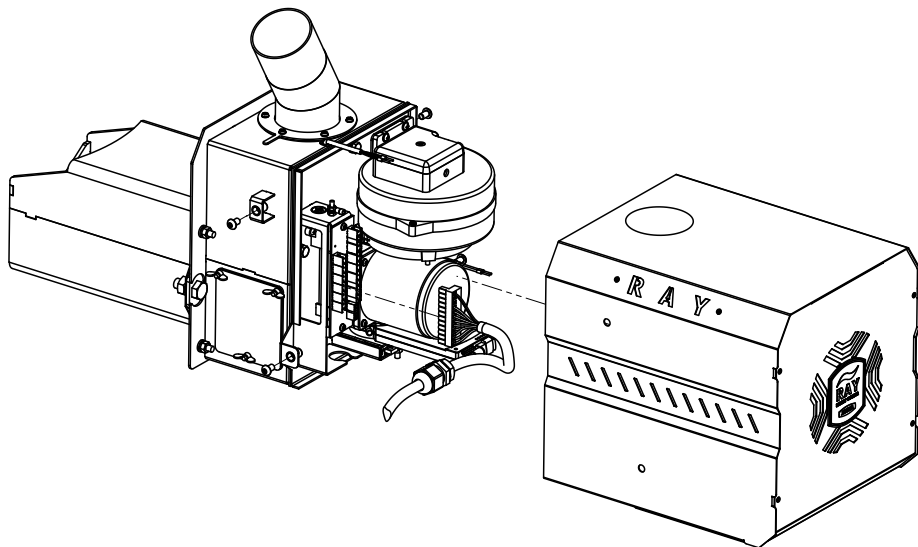

Рис.10. Подключение кабеля управления к приставной пеллетной горелке.
6.7.2. Подключение пеллетной горелки к пульту управления осуществляется с помощью кабеля с разъёмом, см. (Рис.10). Для подключения горелки отвинтите крепежные винты и снимите кожух горелки. Далее необходимо сальник, имеющийся на кабеле установить в специальный кронштейн на корпусе горелки и зафиксировать его гайкой. После этого разъем XS1 присоединить к ответной части на плате коммутации.